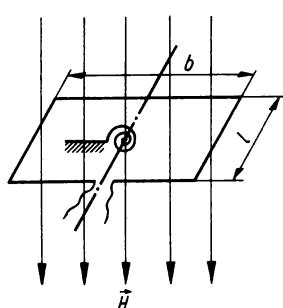

Bild 77
- 8.41 Im Feld eines Permanentmagneten der Feldstärke H ist eine rechteckige Spule der Länge l , der Breite b und der Windungszahl N (in Bild 77 ist nur eine Windung gezeichnet) drehbar gelagert. Ihre Achse wird durch eine Spiralfeder mit der Winkelrichtgröße k' in der Rotation behindert. 1. Berechnen Sie die Stromstärke in Abhängigkeit vom Verdrehungswinkel φ . 2. Führen Sie die Einheitenprobe durch.